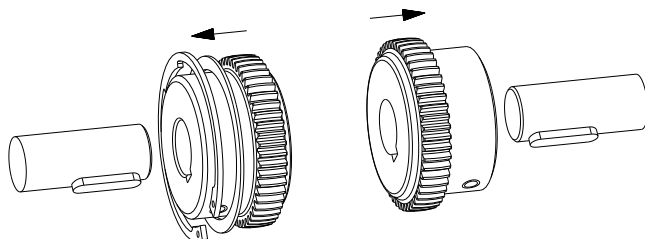

図 12
- ストップリングと C 形止め輪を合わせたハブとハブ単品を駆動軸と従動軸に取付けて下さい(図 12 をご参照)。